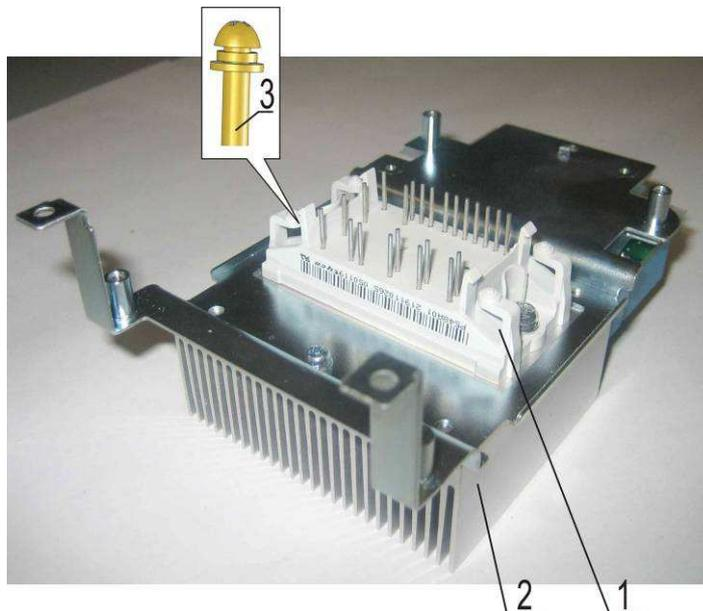

Рис. 7.4
7.2.3. Установить матрицу 1 над отверстиями радиатора 2 (рис. 7.4) и слегка притереть.
7.2.4. Вкрутить два винта 3 (рис. 7.4) для предварительного крепления матрицы.